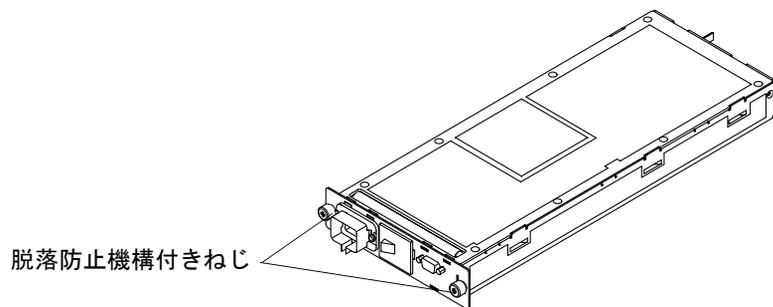

図 4-9 AC 入力ボックスの 2 本の脱落防止機構付きねじ — Sun Fire E6900 システム
4. AC 入力ボックスの 2 本の脱落防止機構付きねじを緩めます (図 4-9)。